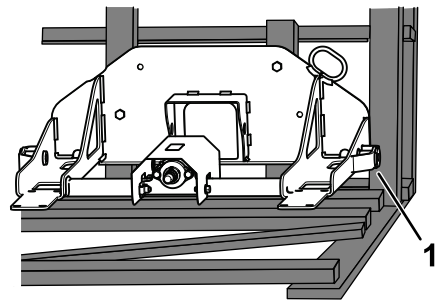

Bild 10
1. Entfernen Sie die Schrauben, mit denen die Befestigungsplatte in der Transportkiste befestigt ist (Bild 10).